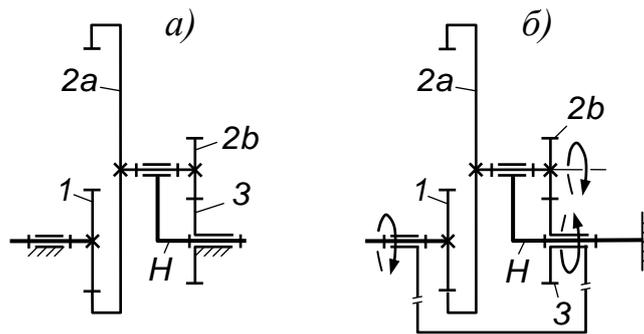

Рис. 5. Планетарная передача:
**Пример.** Требуется определить передаточное отношение  $u_{1,H}$  для механизма, показанного на рис. 5, а.
Согласно формуле (3),  $u_{1,H} = 1 - u_{1,3}^{(H)}$ . Для определения  $u_{1,3}^{(H)}$  переставим механизм на водило (рис. 5, б). В результате перестановки механизм превратился в передачу с неподвижными осями колёс. Для такой передачи